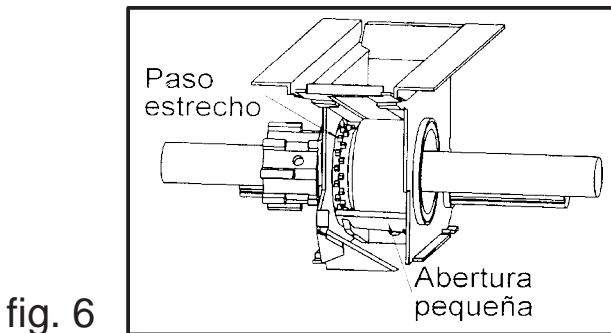

fig. 6
- Passo stretto, denti piccoli per semi piccoli (fig. 6).
- Regolare l'apertura della botola inferiore del distributore per adattarla alla dimensione del seme (figs. 6, 7 ed 8).